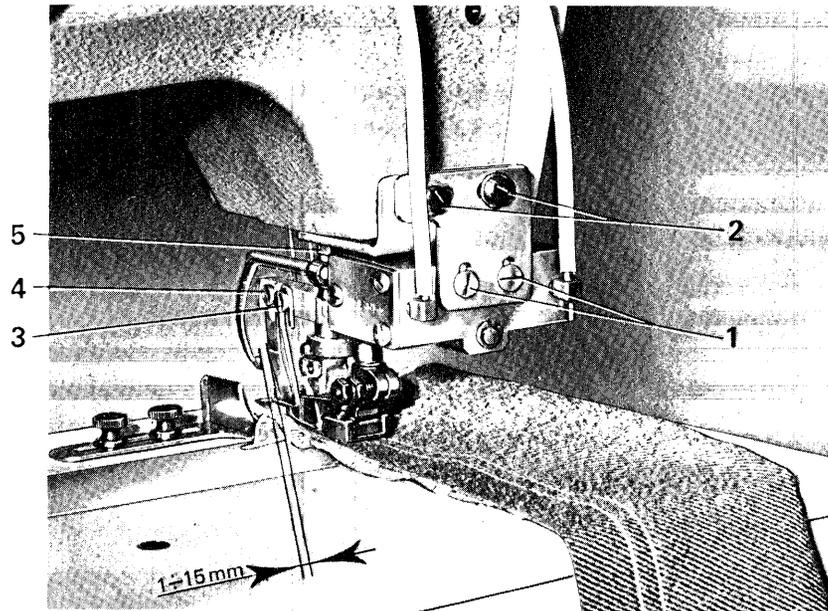
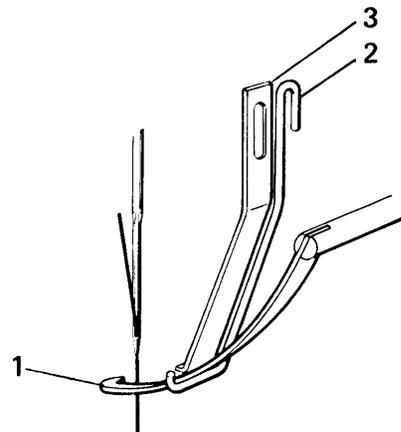

Fig. 17
Fig. 19
- Mettere sotto al piedino un campione del tessuto che si intende cucire (vedi fig. 17) ed azionare a mano il gancio dell'appinzatore che dovrà passare sotto la punta dell'ago (o dell'ago più basso per macchine a 2 - 3 aghi) senza toccare il piedino. La distanza fra il gancio e la punta dell'ago è orientativamente compresa fra 0,5 e 1 mm.
- In caso di regolazione occorre allentare le due viti 1 fig. 17 in modo da poter spostare verticalmente il gruppo.
- Per spostamenti orizzontali verso destra o sinistra allentare le viti 2 fig. 17.
- Facendo ruotare il gancio da destra a sinistra, verificare che il corpo del gancio 1 fig. 19 passi circa 1 mm sopra l'astina 2. Per regolare la posizione dell'astina, allentare la vite 3 fig. 17.
- Riportare il gancio a fine corsa verso destra e verificare che la molla 3 fig. 19 prenda sull'astina 2.
Per la regolazione allentare la vite 4 fig. 17.
- Sempre con gancio tutto a destra, verificare che la punta dello stesso abbia una distanza da 1 a 1,5 mm dalla molla appinzatrice. Per la regolazione, occorre allentare la vite a testa cava esagonale 5 fig. 17 in modo da poter ruotare il gancio.